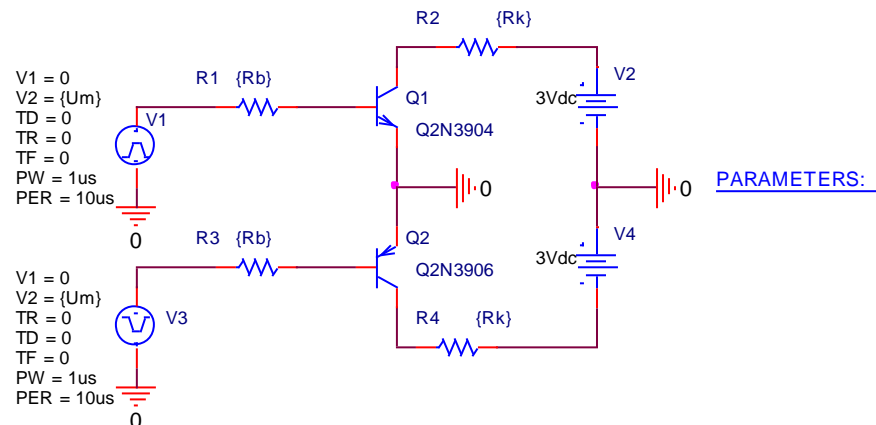

Рис.1.5 Схема моделирования процесса переключения транзисторов током базы
2.5. Составить схему рис.1.5 моделирования процесса переключения транзисторов током базы. Создать глобальные параметры для: амплитуды импульса генераторов импульсов **VPULSE V1** и **V2** ( $V2=\{\text{Um}\}$ , 3V), сопротивлений резисторов R1, R3 ( $\{\text{Rb}\}$ , 5.1k), R2, R4 ( $\{\text{Rk}\}$ , 1k). При времени моделирования 4us с шагом 1ns для двух значений глобального параметра **Rk** (1, 1k) получить временные диаграммы токов баз и коллекторов транзисторов, а также напряжений на них. Перерисовать полученные временные диаграммы в тетрадь.